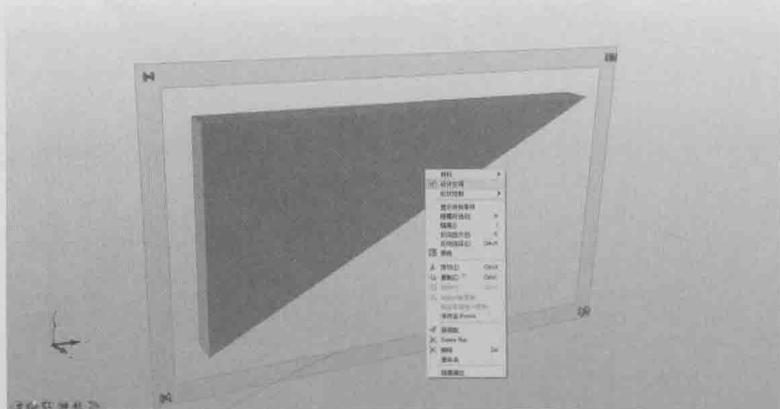

图 1-14
4) 用鼠标右键单击三角支架零件, 在弹出的快捷菜单中选中“设计空间”, 如图 1-14 所示。